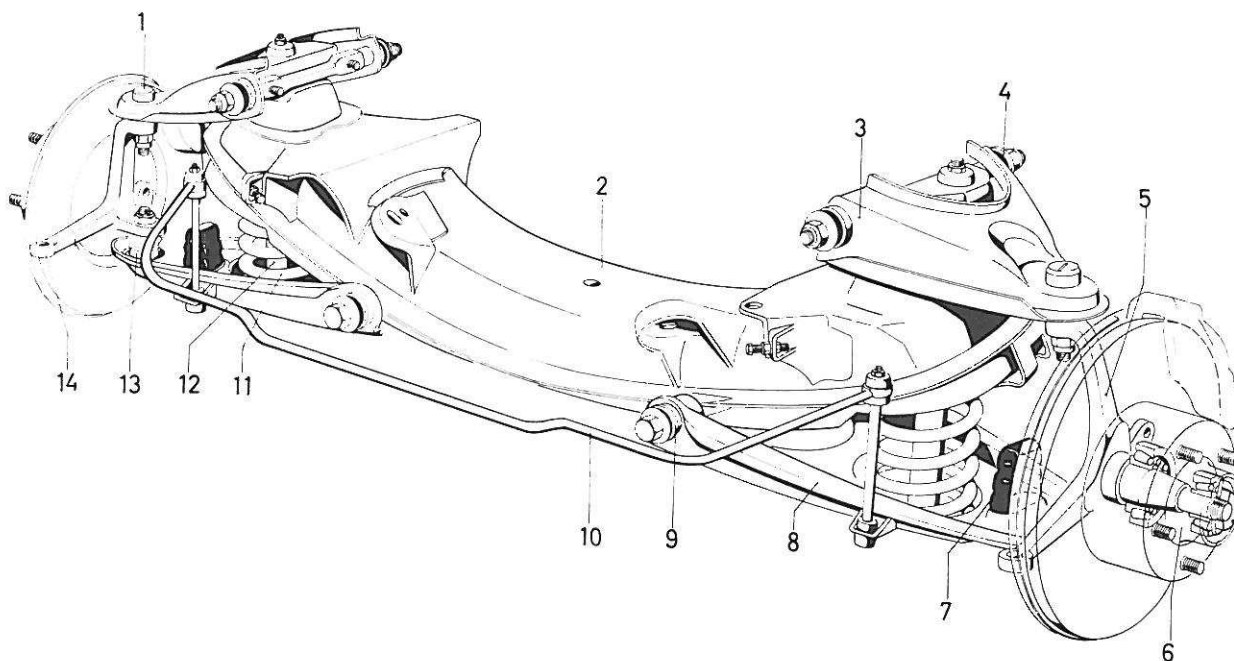

Figure 12. Train avant
Les voitures décrites dans ce manuel ont une suspension avant à roues indépendantes. L'essieu avant proprement dit n'existe pas, la voiture ayant plutôt une robuste poutre en caisson boulonnée à demeure sur la carrosserie autoportante. Les groupes de suspension-amortissement des roues sont fixés aux extrémités de cette poutre. La construction du train avant ressort de la figure 12.
Les roues avant sont montées sur des roulements à rouleaux coniques (dans les moyeux 6, figure 12). La suspension avant est assurée par des ressorts hélicoïdaux (11) à l'intérieur desquels sont logés les amortisseurs télescopiques (12). Afin d'atténuer l'effet de roulis, la suspension avant comporte en outre une barre stabilisatrice (10) qui est fixée d'une part sur les deux triangles inférieurs de commande (8), de l'autre sur la carrosserie.